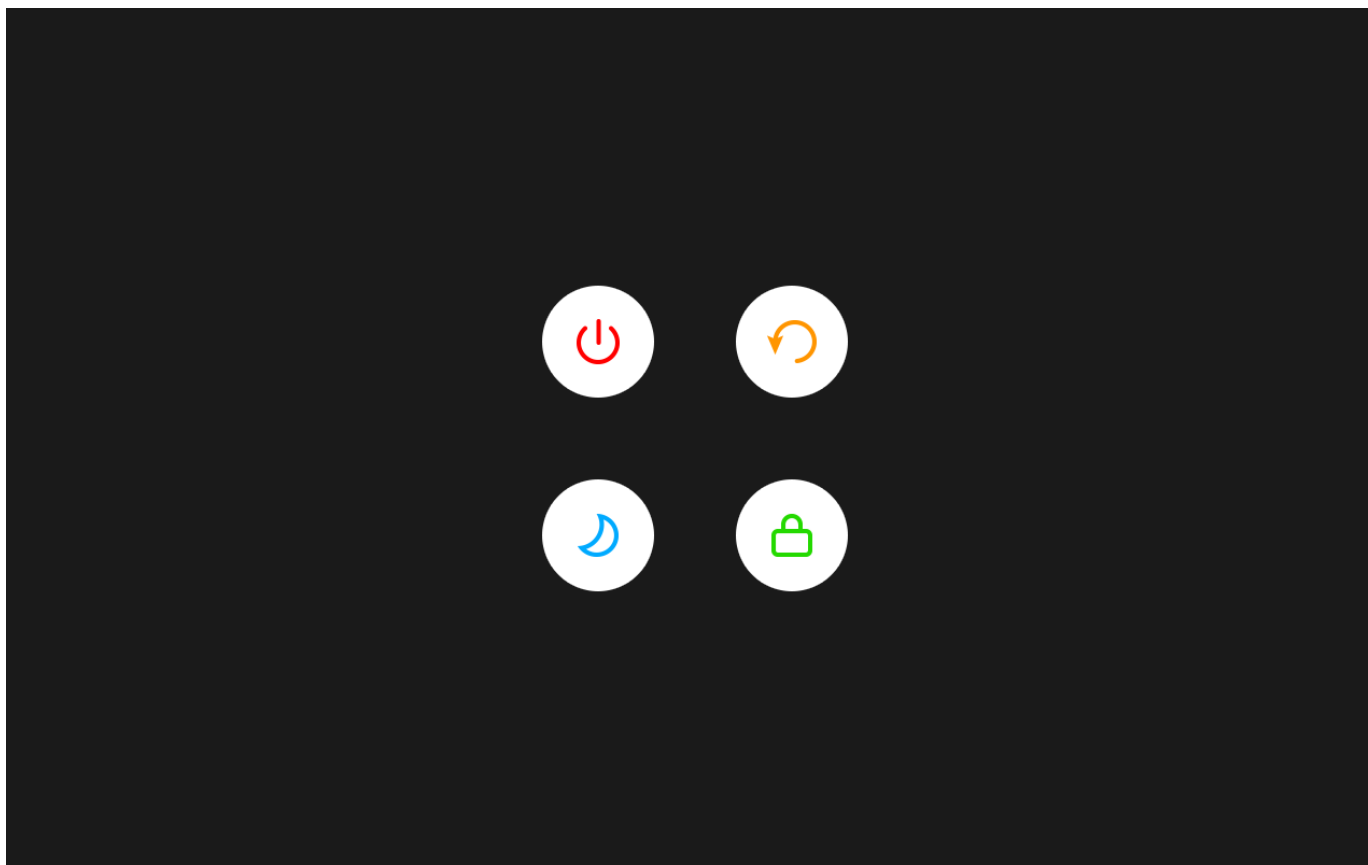

图12-13 关机界面
长按或短按电源键^①，将进入关机界面, 见图 12-13。包含 4 个选项：关机、重启、待机、锁屏。